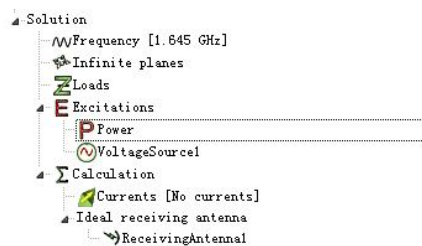
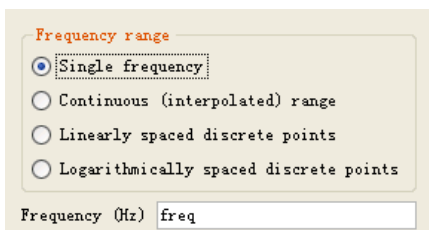
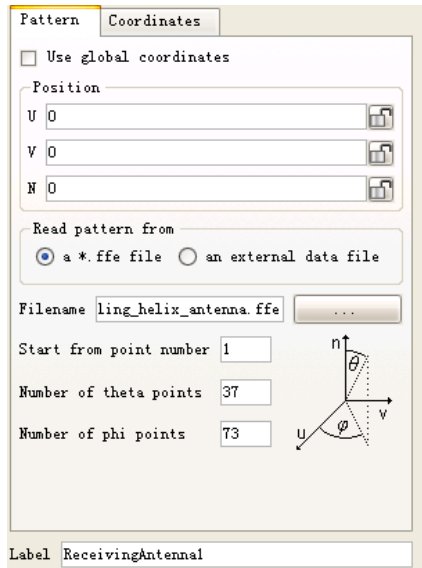

图 7-43 求解设置的树形图
图 7-44 频率设置
图 7-49 理想天线设置
(3) 求解设置。求解设置的树形图如图 7-43 所示。其中频率设置、地面媒质、载荷类型、激励源功率、激励电压、理想天线设置如图 7-44 至图 7-49 所示。